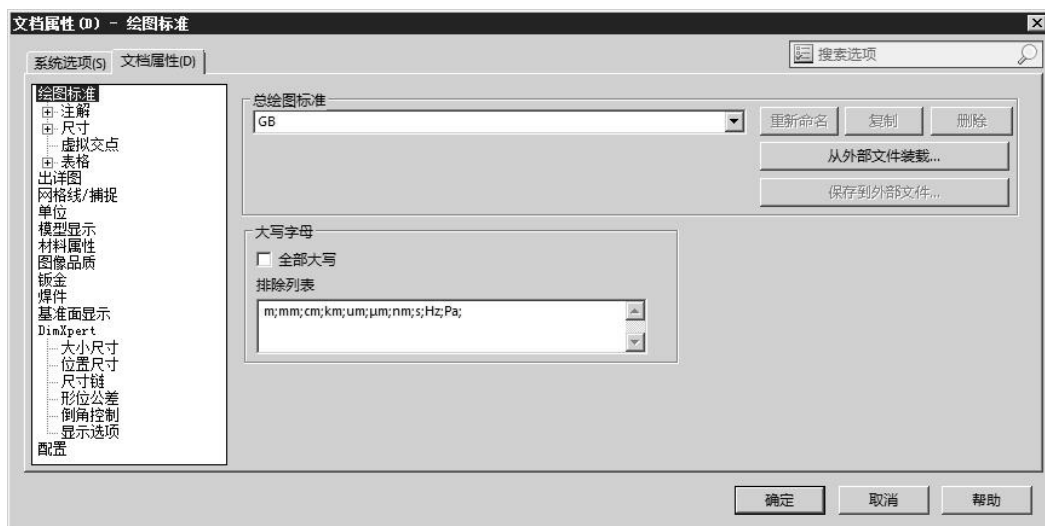

图 9.3.2 “文档属性 (D) - 绘图标准”对话框
Step3. 单击 **文档属性(D)** 选项卡，在该选项卡左侧的列表中选择 **绘图标准** 选项，在对话框中进行如图 9.3.2 所示的设置。